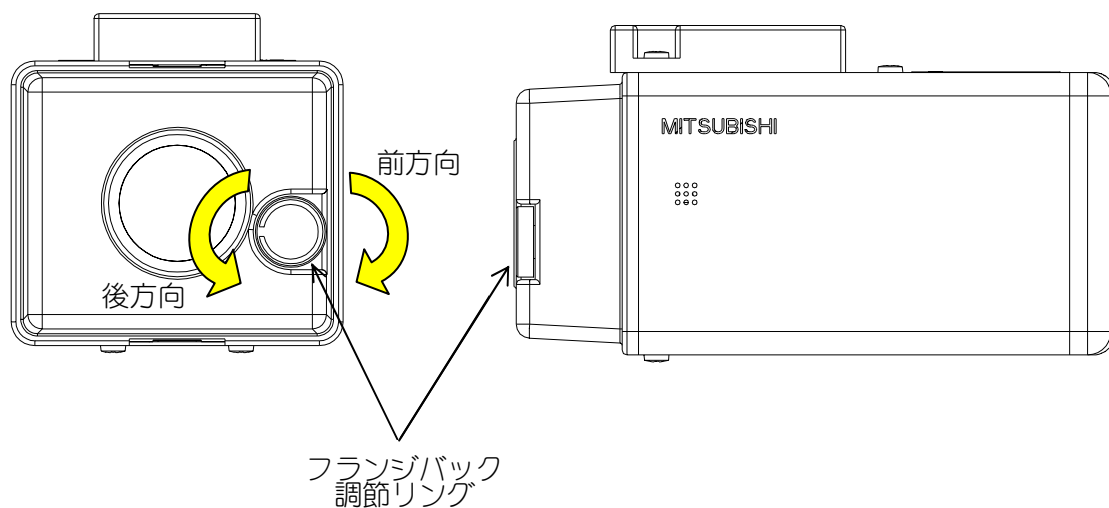

図 16-5 フランジバックの調整
- (1)アイリスを開放にして、フォーカスリングを ∞ に合わせて遠方の被写体を映します。入射光量が強い場合には、ND フィルタ等で減光してください。アイリスを絞りますと、焦点深度が変化し、正しい調整ができませんのでアイリスは必ず開放にしてください。
- (2)モニタの映像を確認しながら、図 16-5に示すフランジバック調節リングを回転させ、被写体にもっともフォーカスが合う位置に調整します。
- (3)距離が明確な近距離被写体（例えば 2m）を映し、フォーカスを合わせます。このとき、レンズのフォーカスリング指標が被写体の位置になることを確認してください。ずれている場合は、再度(1)の項目より調整をやり直してください。
- (1)アイリスを開放にし（必要により ND フィルタを使用してください）、ズームレンズを望遠（TELE）にして、遠くの被写体（10m 以上）を撮像し、レンズ側のフォーカスリングでフォーカスが合うように調整します。
- (2)次に広角（WIDE）一杯にします。焦点がずれている場合は、図 16-5に示すフランジバック調節リングを回転させ被写体にもっともフォーカスが合う位置に調整します。(3)ズーミングしてもフォーカスぼけが無くなるまで上記(1)、(2)項を繰り返して調整します。